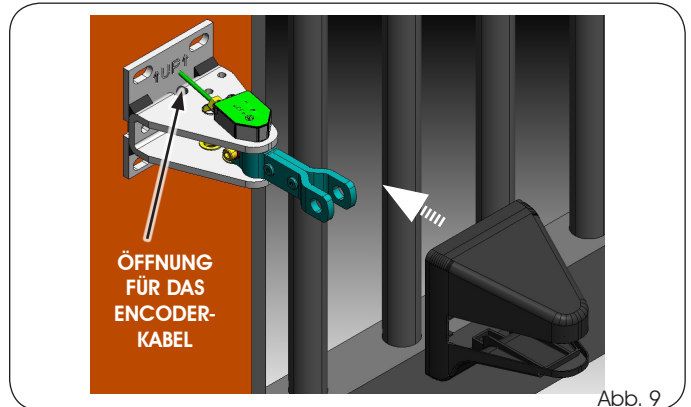

Abb. 9
4. Die Schutzabdeckung mit einem leichten Druck auf den hinteren Bügel schieben (Abb. 9).